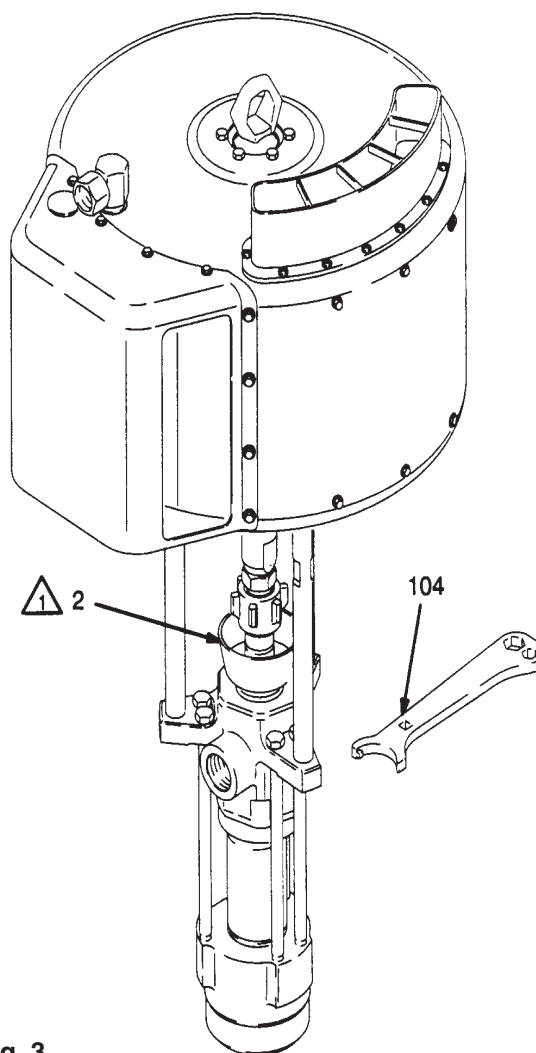

Fig. 3
Prima dell'avviamento riempire per 1/3 il dado premistoppa/coppa-serbatoio (2) di liquido di tenuta per gole Graco (TSL) o di solvente compatibile. Cfr. fig. 3. Il dado premistoppa viene serrato in fabbrica ed è già pronto per funzionare. Se il dado si allenta e si producono trafileamenti dalle guarnizioni della gola, dopo aver eseguito la **Procedura di Decompressione** sopra riportata stringere il dado a 129–142 N.m con la chiave in dotazione (104). Non stringere eccessivamente.